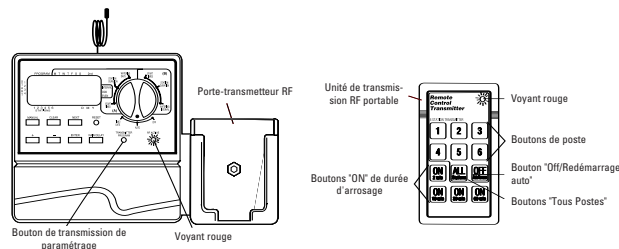

Figure 17: Arrosage à l'aide du dispositif sans fil
- Appuyer sur le bouton de la station désirée sur l'émetteur (numéro 1, 2, 3, etc.). L'émetteur émettra un son et le voyant rouge s'allumera [Voir Figure 17].
- Appuyer sur le bouton **MARCHE** pour la durée d'arrosage désirée (choisir entre les durées de **2, 10, 30 ou 60** minutes). L'émetteur émettra trois sons pour confirmer la commande. Le voyant rouge du programmeur clignotera plusieurs fois pour confirmer la réception du signal sans fil [Voir Figure 17]. Pendant un arrosage sans fil, l'écran du programmeur affichera la station active qui arrose (un "A" au-dessus du numéro de la station), affichera **A DISTANCE**, et fera le décompte du nombre de minutes restants pour l'arrosage de cette station.
- Appuyer sur le bouton **TOUTES** sur l'émetteur. L'émetteur émettra un son et le voyant rouge s'allumera [Voir Figure 17].
- Appuyer sur le bouton **MARCHE** pour la durée d'arrosage désirée (choisir entre les durées de **2, 10, 30 ou 60** minutes). L'émetteur émettra trois sons pour confirmer la commande. Le voyant rouge du programmeur clignotera plusieurs fois pour confirmer la réception du signal sans fil [Voir Figure 17]. Pendant un arrosage sans fil, l'écran du programmeur affichera la station active qui arrose (un "A" au-dessus du numéro de la station), affichera **A DISTANCE**, et fera le décompte du nombre de minutes restants pour l'arrosage de chaque station. Il faut remarquer que chaque station sera activée, quel que soit la programmation du programmeur.